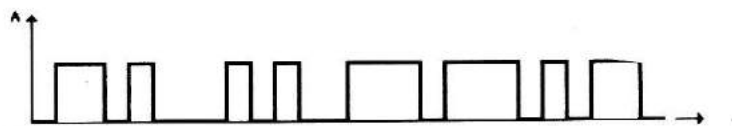
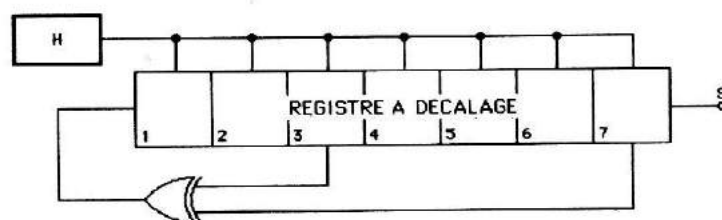

Figure 5 — Série de bits pseudo-aléatoires.
Figure 6 — Générateur de séquence binaire pseudo-aléatoire.
Le changement de fréquence charnière de l'exemple précédant semble s'effectuer de manière aléatoire et pourtant, il n'en est rien. En effet, les circuits logiques permettent aujourd'hui de générer des séries de bits pseudo-aléatoires de très longue durée (figure 5). On utilise des registres à décalage montés en cascade. On prélève le contenu du dernier registre et celui d'un registre intermédiaire que l'on combine dans une porte OU exclusif. La sortie de cette porte est réinjectée dans le premier registre. Si l'on choisit judicieusement le point de prélèvement intermédiaire, on dira que la séquence de bits obtenue en sortie est de longueur maximale, c'est-à-dire égale à $2^N - 1$, N étant le nombre de registres utilisés (figure 6). A la mise en marche des appareils, les deux
*Correspond au schéma de la figure 6.